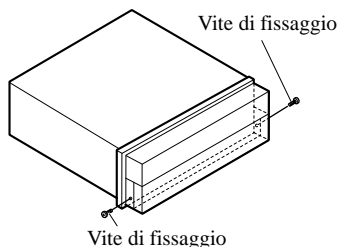

Fig. 16
- Una volta rimosso il pannello frontale, fissarlo all'apparecchio facendo utilizzo delle apposite viti di fissaggio. (Fig. 16)